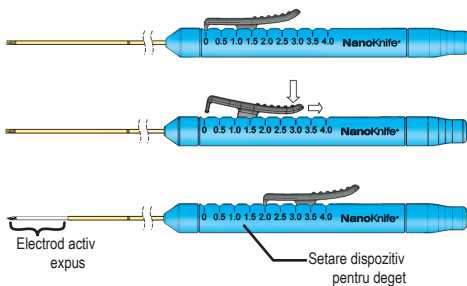

Figura 6: Ajustarea expunerii electrodului
- Verificați lungimea electrodului expus indicată de dispozitivul pentru deget de pe mâner (consultați Figura 6).